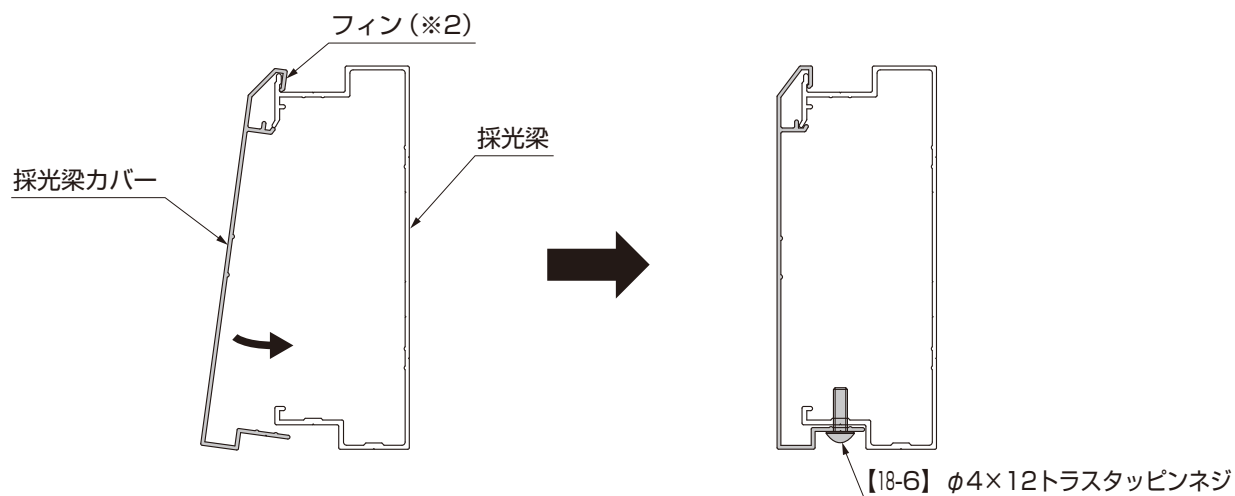

図14-4 採光梁カバーの取付け
- ①採光梁カバーを採光梁に【18-6】で組付けてください。(図14-4参照)
- 採光梁カバーのフィン(※2)を採光梁のフィンに引っ掛けるように取付けてください。(図14-4参照)